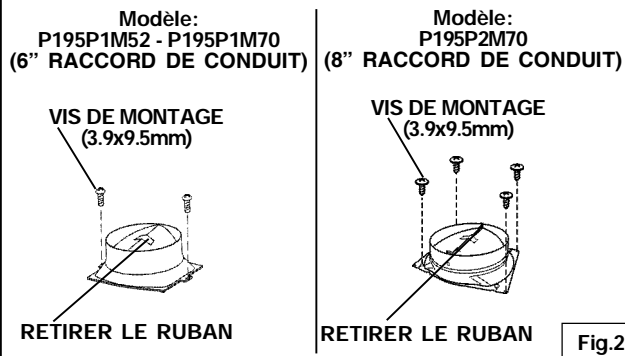

Fig.2
1. Installer le raccord de conduit à la hotte à l'aide des vis de montage (3,9 mm x 9,5 mm) comme sur Fig.2.
2. Retirer le ruban situé sur le clapet. Voir Fig.2.